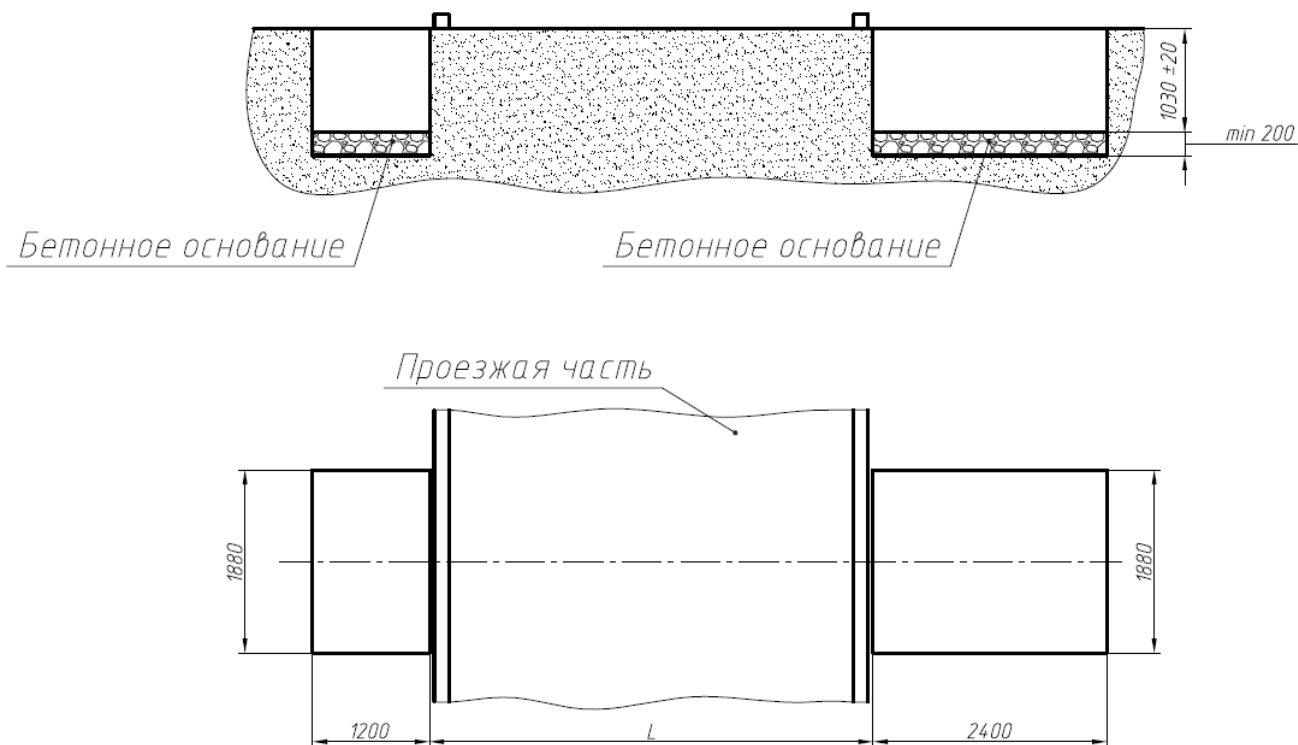

Рисунок 2
1.1.3 На дне котлованов выполнить бетонное основание толщиной не менее 200мм для установки шлагбаума (рис. 2). Допускается применять фундаментные плиты для выставления шлагбаума.